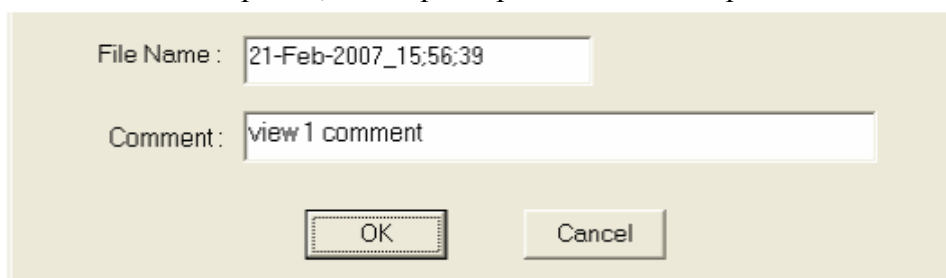

Рис. 3-18. Окно, в котором выполняется сохранение изображения и изменение имени файла.
1. Выберите «Save», чтобы сохранить воспроизводимое на экране изображение. В нижней части экрана появляется указанное системой имя изображения. Открывается окно, в котором вы можете сохранить изображение с комментариями или изменить имя файла. См. рис. 3-18. Окно, в котором выполняется сохранение изображения и изменение имени файла. После того как вы присвоили изображению имя, вы можете изменять это имя до тех пор, пока не измените имя архива, в котором хранится это изображение.